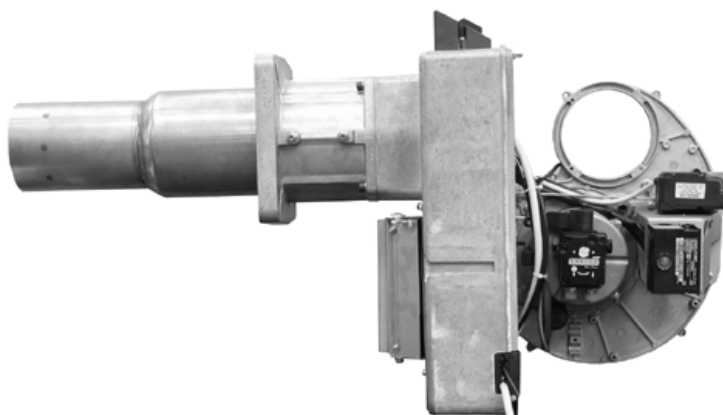

Рис. 54
- Подвесить компонентную плиту, как указано на Рис. 54.